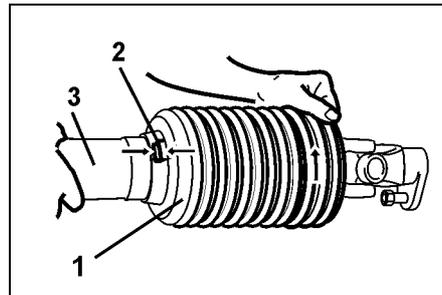

Fig. 36
2. Girar la teja a mano (Fig. 36/1) a la posición de montaje (Fig. 36/2) drehen.
3. Extraer la mitad del tubo protector (Fig. 36/3).